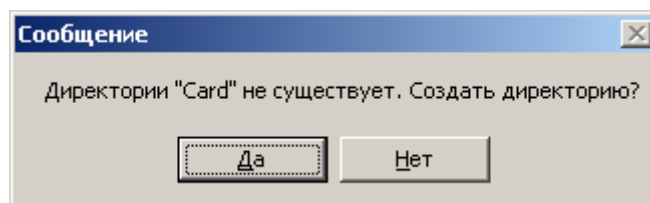

Рис.3 Сообщение о создании директории
1. Просмотр SD карты начинается с нажатия кнопки «Считать SD карту», по которому выполняется подключение к УПД-SD и считывание списка файлов на SD карте. Может появиться сообщение (рис.3) с предложением создать поддиректорию «Card» в рабочей директории, если последняя не была создана ранее, для копирования файлов с SD карты. При отказе файлы будут копироваться в рабочую или другую выбранную директорию1.